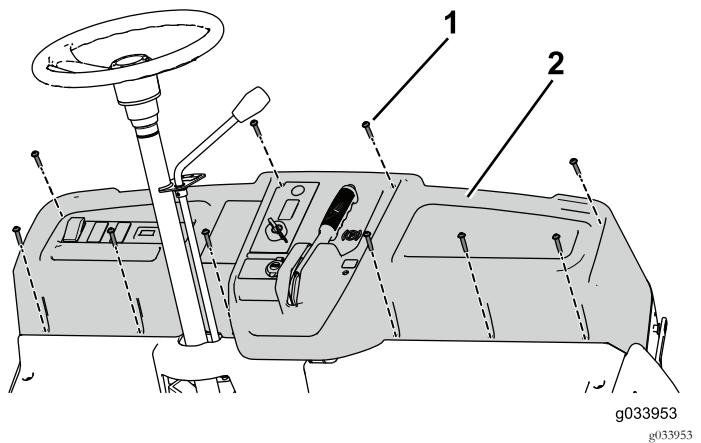

図32
9. ダッシュボードを車体に固定するねじ1/4 x 1-1/4インチ10本を使用する図32。